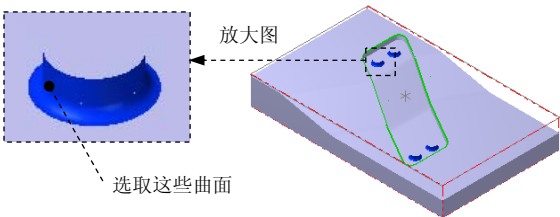

图 14.26 选取加工面
(1) 在图形区中选取图 14.26 所示的面（共 16 个），按 Enter 键，系统弹出“刀具路径的曲面选取”对话框。